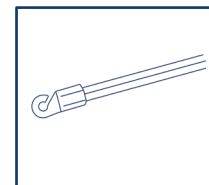

Fig.6
- Asta in plastica in caso la tenda preveda l'orientamento con asta (Versione Standard) (Fig.6)